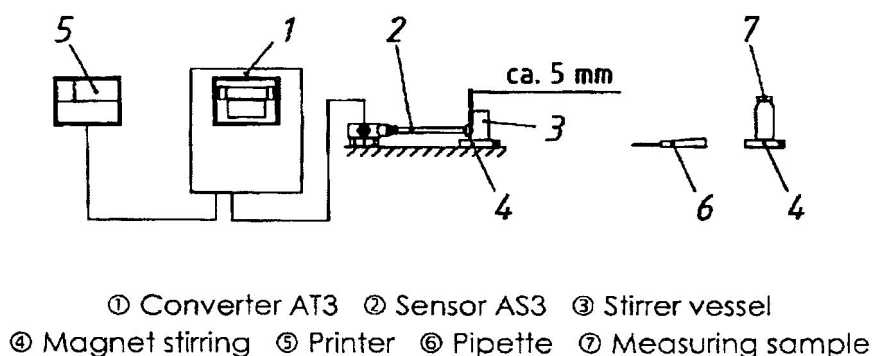

Fig. 31 : Montage du système
1. Préparer le système suivant la Fig. 31.
- 1- Préparer le système suivant la Fig. 31.